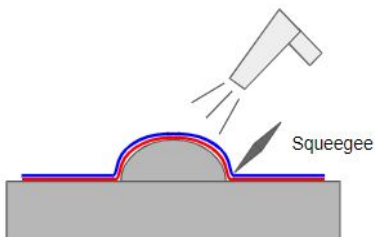

Abbildung 12
- 3) Drücken Sie die Folie rund um die Niete mit Hilfe einer Rakel und Heißluftfön fest an. Die applizierte Temperatur sollte zwischen 45 und 60 °C liegen. *Abbildung 12*